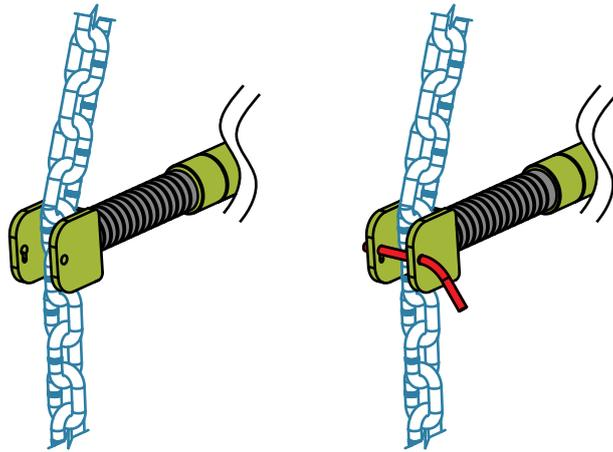

Figura 26. Fissaggio dei tiranti dell'imbracatura al distanziale.
- Utilizzare sempre uno spinotto di sicurezza con il distanziale in modo da assicurare il posizionamento dei tiranti dell'imbracatura al passacorda (Figura 26).